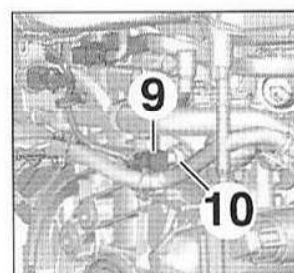

FIG.70
- Débrancher le connecteur (9) (Fig.70).
- Déposer le capteur de pression de la rampe commune (10).